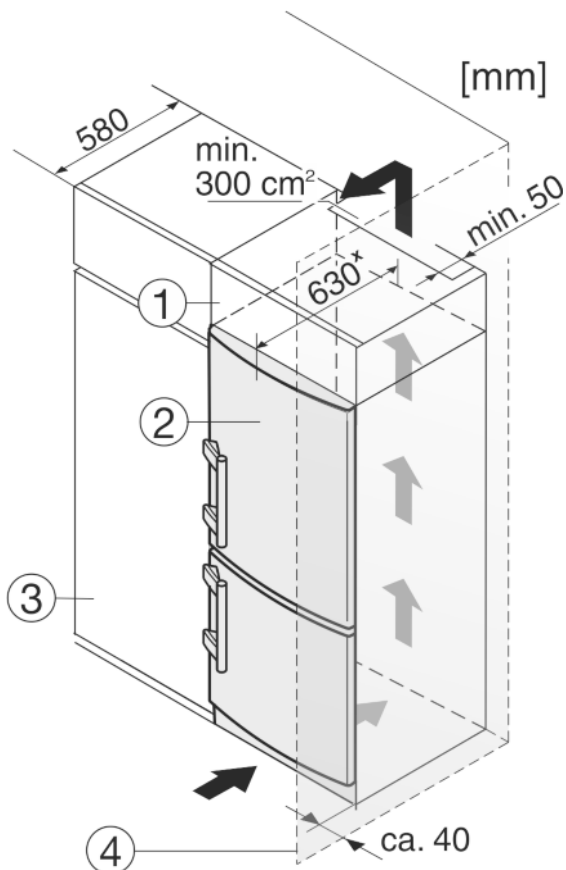

Fig. 13
- (1) Élément haut (2) Appareil (3) Placard de cuisine (4) Mur
L'appareil peut être entouré de meubles de cuisine. Pour adapter l'appareil Fig. 13 (2) à la hauteur des placards de la cuisine intégrée, on peut placer un élément haut Fig. 13 (1) au-dessus de l'appareil.
Lors de la transformation avec des placards de cuisine (profondeur max. 580 mm), l'appareil peut être placé directement à côté du placard de cuisine Fig. 13 (3). L'appareil dépasse latéralement de 34 mm* et de 50 mm* au centre de l'appareil par rapport à la face avant du placard de cuisine.
Si l'appareil est installé avec les charnières à côté d'un mur Fig. 13 (4), la distance entre l'appareil et le mur doit être de 40 mm min. Ceci correspond à la saillie de la poignée lorsque la porte est ouverte.